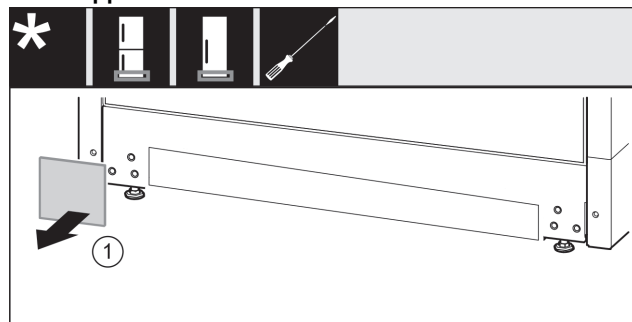

Fig. 15
- Afdekking Fig. 15 (1) wegnemen.